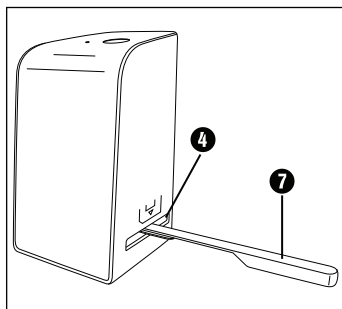

Figure 3
- ◆ Nettoyez la surface du rétroéclairage à l'intérieur de l'appareil avec la brosse de nettoyage **7**. Glissez pour cela la brosse de nettoyage avec la surface de nettoyage vers le bas dans le tiroir de droite **4** (voir figure 3).